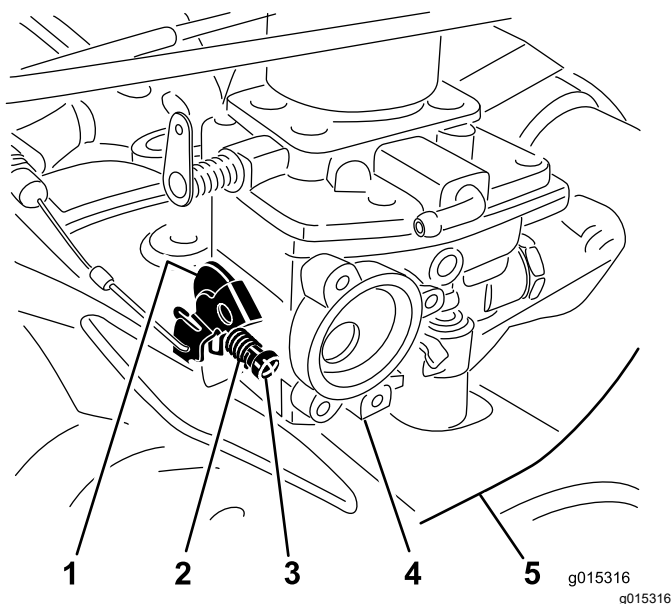
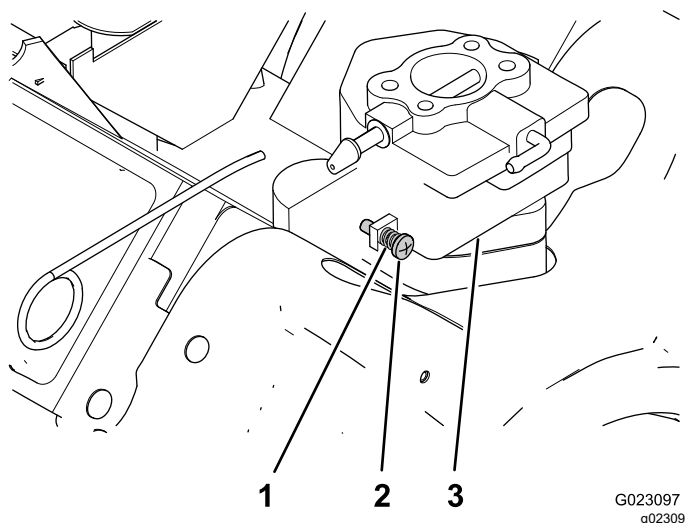

Figura 7
Figura 8
9. **Máquinas MDX solamente:** Instale el tornillo de ralenti y el muelle en la palanca del acelerador del carburador (Figura 7).
10. Enrosque el tornillo en sentido horario en el tope del acelerador hasta que haga contacto con la palanca del acelerador, luego gire el tornillo una vuelta más en sentido horario (Figura 7).
2. Ajuste el tornillo de ralentí para obtener una velocidad de ralentí bajo de 1,050 a 1,150 rpm (Figura 7 y Figura 8).